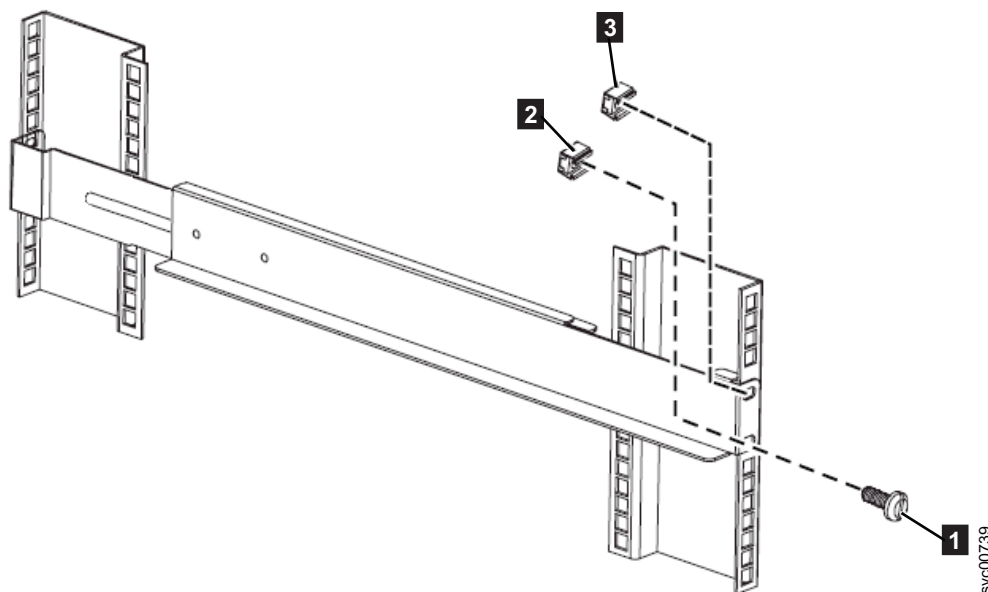

Figura 356. Conectando a parte frontal do trilho do 2145 UPS-1U no rack.
7. Instale 2 porcas de clipe **2** e **3** na parte frontal do rack. Em seguida, conecte o trilho usando apenas 1 parafuso M6 x 10 **1** no orifício de montagem inferior, conforme mostrado na Figura 356.